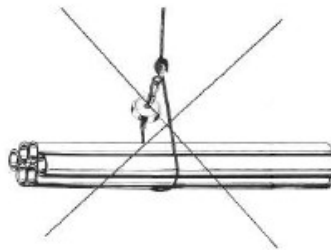

Fig.2
7. Este interzisă asigurarea încărcăturii folosind cablul de ridicare (Fig. 2).